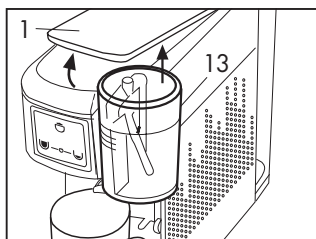
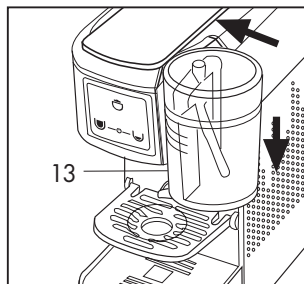
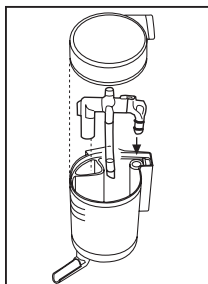
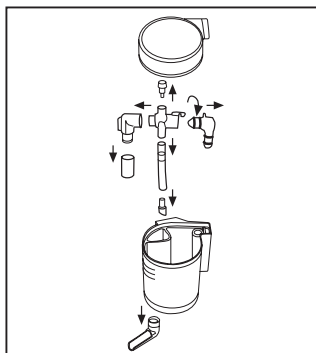

Fig. 16
Fig. 19
Fig. 18
Fig. 17
- Cuando empieza la dispensación del café dentro de 1 segundo pulse y mantenga presionada la tecla (C) ; suelte la tecla (C) cuando se haya alcanzado la cantidad de café deseada, la máquina terminará la dispensación y la cantidad quedará almacenada para dispensaciones sucesivas.
Cada vez que se realiza la dispensación de la leche levante la palanca (1), retire y vacíe el vaso (13) enjugando con cuidado. **(Fig. 16)** El vaso se puede desmontar y lavar en el lavavajillas extrayendo las diferentes piezas. **(Fig. 17)** Una vez limpio conecte bien todos los racores y la tolva e inserte las piezas del vaso correctamente en sus sedes. **(Fig. 18)** Coloque el vaso (13) en la sede adecuada en la máquina empujándolo bien contra y hasta el fondo. **(Fig. 19)**